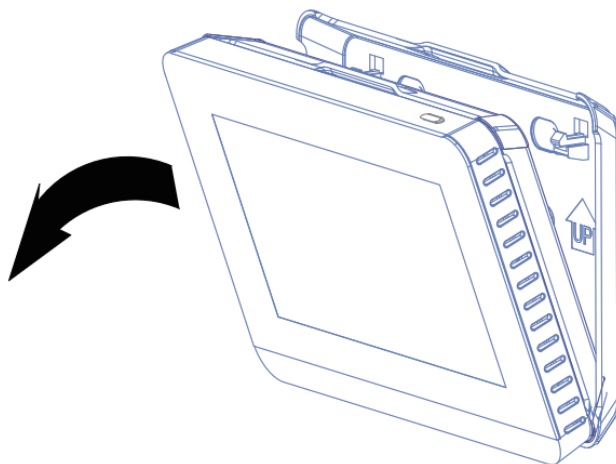

Figura 2 Remoção da tampa traseira do controle
**3.1.1 Remova a tampa traseira do controle usando uma chave de fenda Phillips. Consulte a Figura 2.**